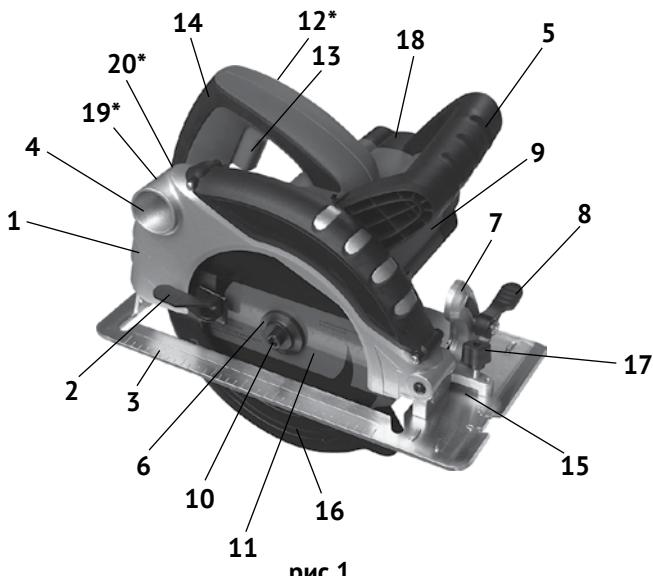

рис.1
1.6 Общий вид пилы представлен на рис.1
1.7 Пила состоит из коллекторного двигателя в пластиковом корпусе (рис.1 поз.9) с рукояткой (рис.1 поз.14) и металлического редуктора, совмещённого с верхним неподвижным кожухом (рис.1 поз.1). Крутящий момент с якоря электродвигателя, через шестерню, передаётся на шпиндель, соосный с электродвигателем. На шпиндель пилы, между опорным и зажимным (рис.1 поз.6) фланцами крепится пильный диск (рис.1 поз.11). Это основной рабочий инструмент пилы.
1.8 Клавиша выключателя (рис.1 поз.13) расположена в нижней части рукоятки (рис.1 поз.14). Во избежание самопроизвольного включения инструмента, выключатель снабжён блокировкой клавиши (кнопка блокировки, рис.1 поз.12, расположена на левой части рукоятки). Включение пилы осуществляется нажатием на клавишу выключателя (рис.1 поз.13) указательным пальцем после нажатия и удержания кнопки блокировки большим пальцем. Пила отключается при отпускании клавиши выключателя, при этом кнопка блокировки (со щелчком) возвращается в исходное положение.
- открутить ключом (входит в комплект поставки) винт крепления диска (рис.1
поз.10), снять прижимной фланец (рис.1 поз.6);
- переместить вверх за рычаг (рис.1 поз.2) нижний подвижный кожух (рис.1 поз.3), снять пильный диск (при замене);
2.2.3 При необходимости изменения глубины пиления, поднять рычаг (рис.1 поз.19) фиксации глубины пропила, выставить направляющую плиту (рис.1 поз.3) по шкале (рис.1 поз.20) в нужное положение и зафиксировать в выбранном положении, опустив рычаг.
- ослабить винты (рис.1 поз.8) фиксации угла наклона (с двух сторон);
- подняв за рукоятку двигатель с диском, выставить по шкале кронштейна (рис.1 поз.7) необходимый угол пиления;
Внимание! При пиления под наклоном, значение глубины пропила, устанавливаемое по шкале (рис.1 поз.20), не совпадает с истинным значением. Глубина пропила в данном случае равна перпендикуляру от вершины пильного зуба к плоскости направляющей плиты.
установите параллельный упор - линейку. Упор вставляется в отверстия (рис.1 поз.15) направляющей плиты (справа или слева) и крепится винтом (рис.1 поз.17).
Внимание! Не фиксируйте нижний подвижный кожух (рис.1 поз.16) в открытом положении. Это может привести к заклиниванию диска, а также к травмам и повреждениям. Кожух будет автоматически сдвигаться при по-даче заготовки.
необходимо открутить заднюю крышку (рис.1 поз.18) корпуса двигателя, открутив винты.